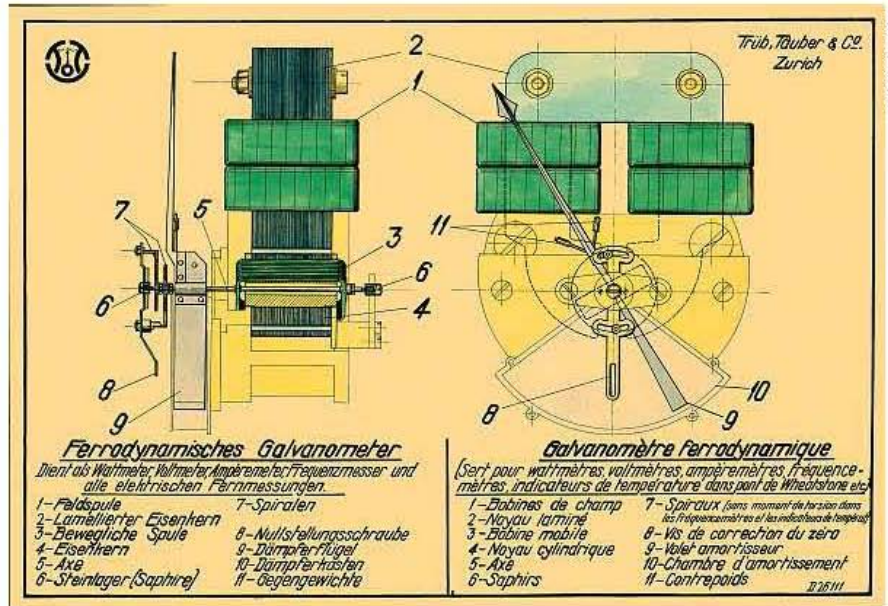

Bild 6 Aufbau eines ferrodynamischen Galvanometers.
Das hufeisenförmige Instrument wird auch als Induktionsdynamometer bezeichnet (Bild 6). Wird durch die Feldspule (1) ein Wechselstrom geschickt, so zeigt die Drehspule (3) unter der Einwirkung der in ihr durch den Kraftfluss der Feldspule induzierten EMK folgendes Verhalten: Bei überwiegender Induktivität dreht sie sich so, dass der sie durchset-